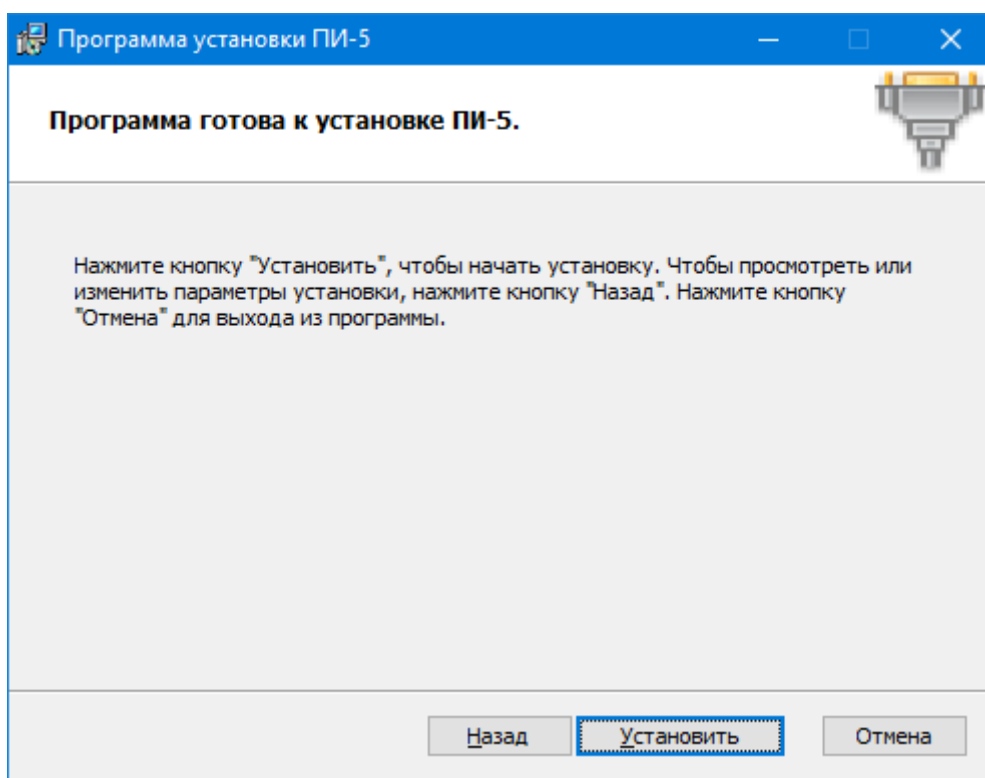

Рис. 2.5. Подтверждение указанных настроек установки программы
4. Подтверждение указанных настроек (рис. 2.5). При необходимости можно вернуться на предыдущие этапы и изменить настройки установки. Нажатие кнопки «Установить» выполняет непосредственную установку программного комплекса на компьютер.